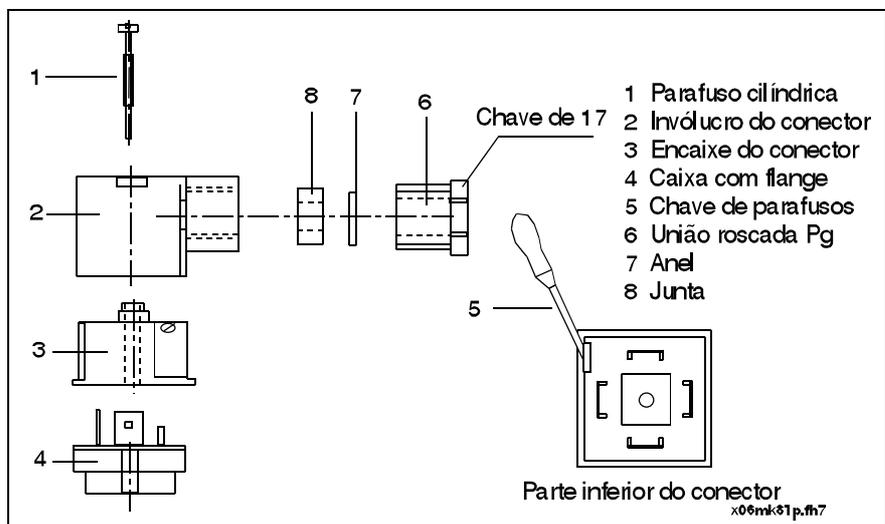

Fig. 13-6: Montagem do cabo de ligação no conector do ventilador
- ⇒ Soltar a união roscada Pg (6) (com uma chave de 17).
- ⇒ Desparafusar o parafuso cilíndrico (1) da tomada (4) usando a chave de parafusos (5).
- ⇒ Remover o invólucro (2) com o encaixe (3) da tomada (4).
- ⇒ Desparafusar o parafuso cilíndrico (1).
- ⇒ Soltar o encaixe (3) com a chave de parafusos (5) (ver Fig. 13-6) e removê-lo do invólucro (2).
- ⇒ Enfiar a união roscada Pg (6), o anel (7), a junta (8) e o invólucro do conector (2) no cabo de ligação ( $3 \times 0,75 \text{ mm}^2$ ).
- ⇒ Tirar cerca de 20 mm do revestimento exterior do cabo e os fios de 10 mm e ligá-los ao encaixe (3) do conector de acordo com o esquema de ligação mostrado acima.
- ⇒ Enfiar o encaixe (3) no invólucro (2) do conector, introduzir o parafuso cilíndrico (1) e parafusar o conector na tomada (4).
- ⇒ Apertar a união roscada Pg (6), prestando atenção na descarga de tração.